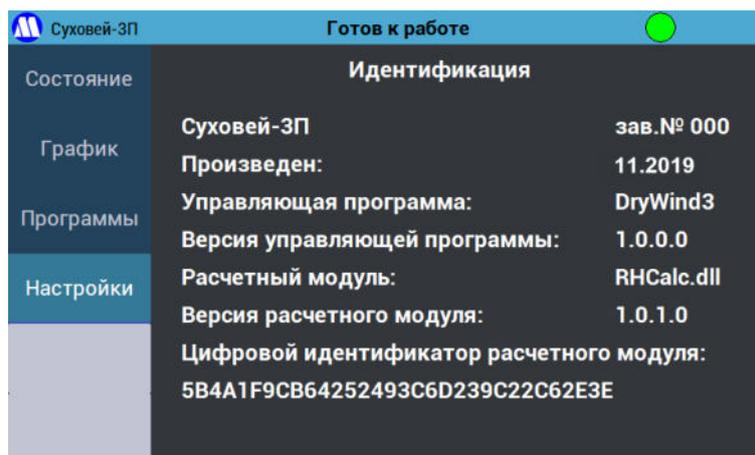

Рисунок 25 – Экран «Идентификация».
7.2.10.7. Кнопка «Идентификация» (Рисунок 25) открывает экран с информацией о заводском номере, дате производства и программном обеспечении генератора.